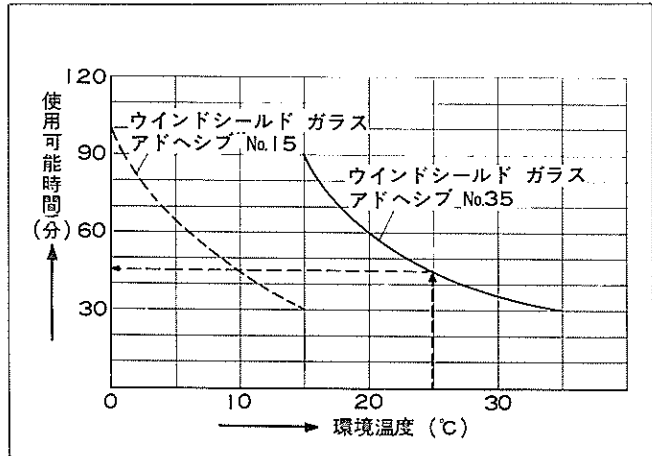

図15-1-23 使用可能時間
- (1) アドヘシブの使用可能時間は環境温度（作業する場所の温度）によつて大きく変化する。環境温度によつてウインドシールド ガラス アドヘシブ セット（2種類）を正しく使い分ける必要がある。作業時間（主剤と硬化剤を混合してからボデーへガラスを装着するまでの時間）は最低30分程度を必要とするが、図15-1-23を参考にし、アドヘシブの使用可能時間内で作業を終えること。